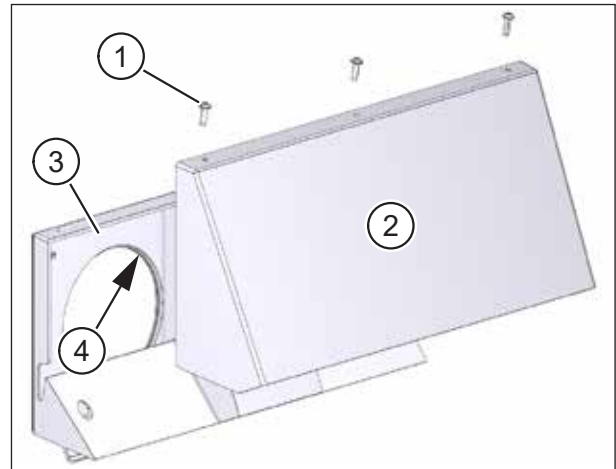

Abb. 12: Abdeckung entfernen
- ▶ Entfernen Sie die drei Kreuzschlitzschrauben 3,5 x 16 (Pos. 1 in Abb. 12) an der Oberseite des Fassadenabschlusses.
- ▶ Schieben Sie die Abdeckung (Pos. 2 in Abb. 12) ca. 10 mm nach oben. Heben Sie die Abdeckung von der Grundplatte (Pos. 3 in Abb. 12) nach vorne ab.
- ▶ Streichen Sie die beiden 4 mm breiten Dichtflächen (Pos. 4 in Abb. 12) an der Innenseite vollständig mit Vaseline ein.